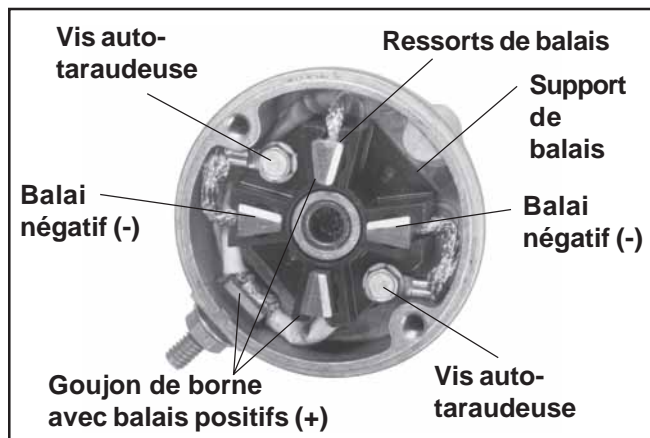

Figure 8-35. Capuchon d'extrémité de commutateur de type « A » avec balais.
1. Retirer les ressorts de balais des logements dans le support de balais. Voir la Figure 8-35.